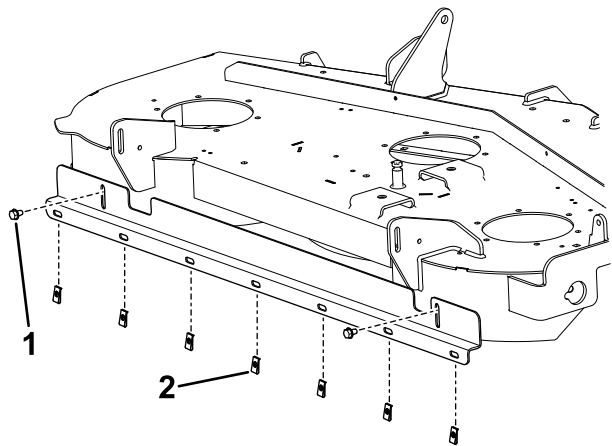

**Figura 2**
3. Usando el soporte como plantilla, marque y perfore un taladro en la curva del deflector derecho usando una broca de 9/32", tal y como se muestra en la Figura 2.